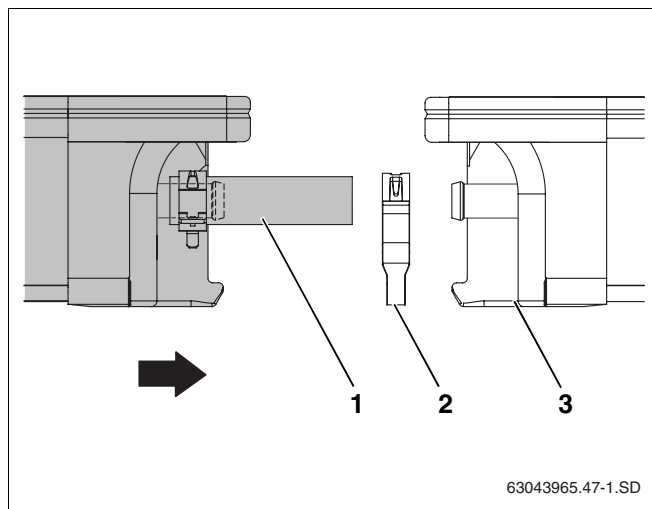

Рис. 27 Соединить второй коллектор с первым
- Второй коллектор вместе с установленным заранее шлангами (рис. 27, **поз. 1**) должен встать в крепление от сползания.
- Надеть второй пружинный хомут (рис. 27, **поз. 2**) на шланг солнечного коллектора.
- Придвинуть второй коллектор к первому (рис. 27, **поз. 2**) так, чтобы шланги наделись на левые штуцеры первого коллектора.